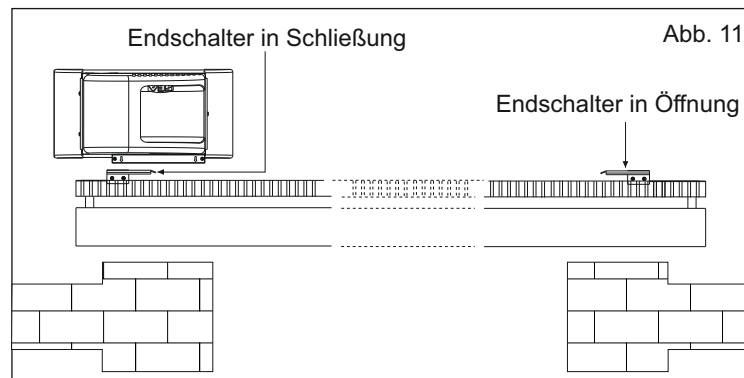

Abb. 11
6.1. Um die Endscharter in Öffnung zu installieren und einzustellen müssen die folgenden Anleitungen befolgt werden (Abb. 11):
6.2. Zur Installierung und Einstellung der Erndscharter in Schliessung wie folgt vorgehen (Abb. 11):